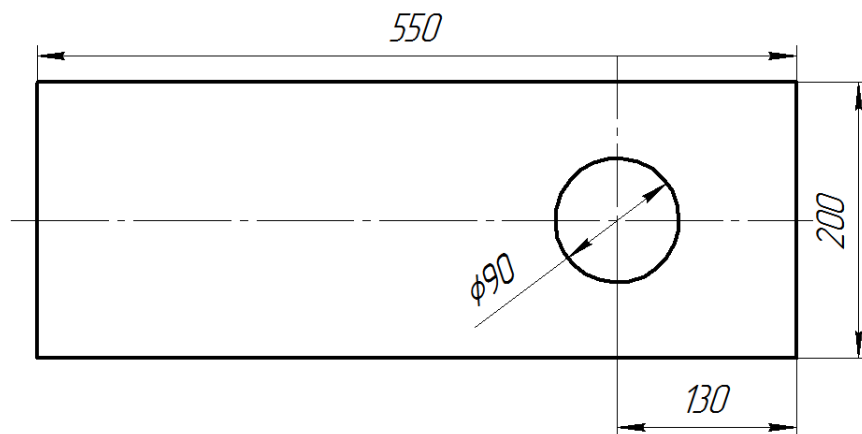

Рисунок 2.1 – Отверстие для хода винтового стержня
6. После распаковки, установить прибор на твердый рабочий стол, с горизонтальным отклонением не более 1 мм/м, и сделать отверстие в соответствующем месте на рабочем столе, чтобы обеспечить свободный ход винтового стержня вверх и вниз (рис.2.1).